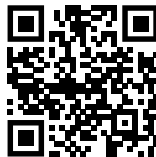

Fig. 116
- ▶ Ανοίξτε το Liebherr SmartMonitoring Dashboard. (βλέπε Fig. 116)